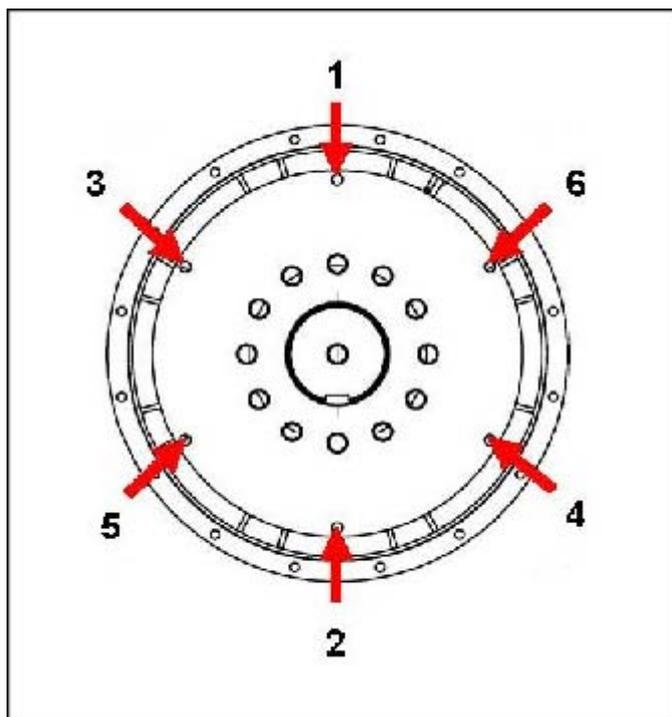

FIGURA 18. SECUENCIA DE FIJACIÓN AL VOLANTE
10. Apriete los pernos para fijar el disco de acoplamiento al volante, en la secuencia que se muestra en Figura 18 en la página 32